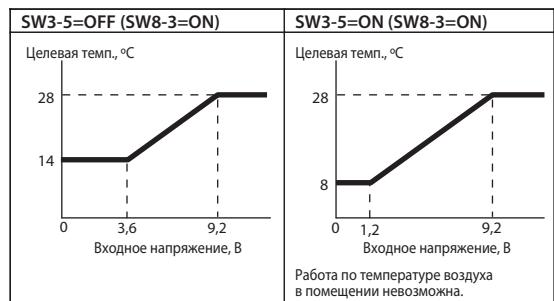

Рис. 4. Зависимость целевой температуры от управляющего сигнала
- Предусмотрено 2 типа зависимости целевой температуры от напряжения управляющего сигнала: тип А и тип Б (см. рис. 4).